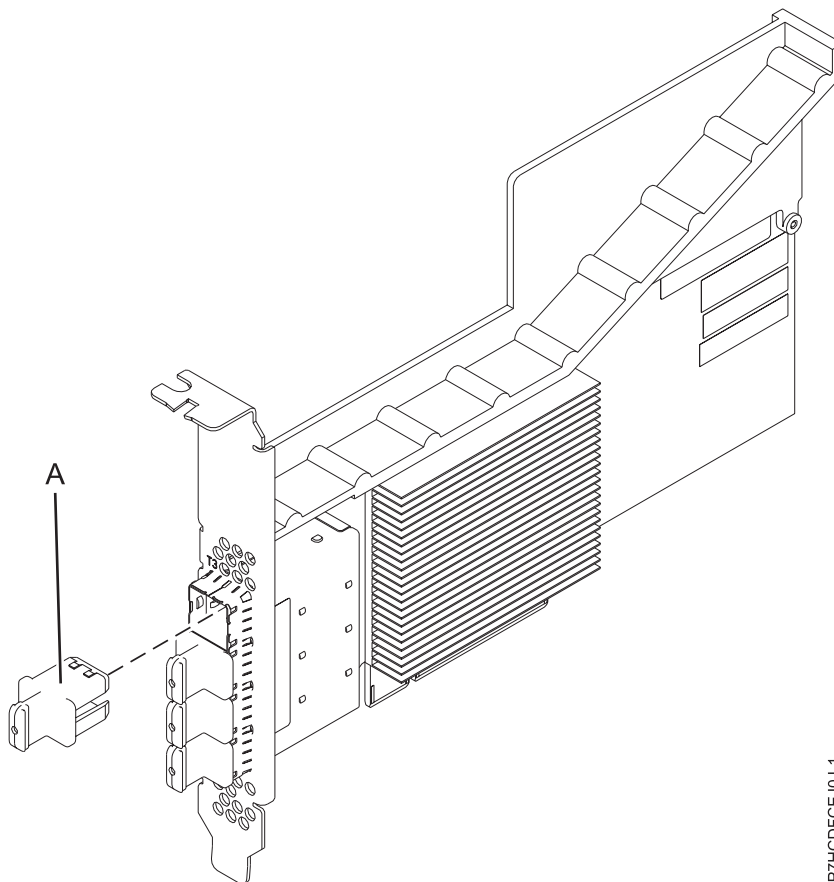

Figure 19. Carte SAS PCIe3 RAID
La carte PCIe3 SAS RAID quatre ports 6 Gb est une carte PCI Express (PCIe), SAS RAID, de troisième génération, courte et à faible encombrement mais destinée à une installation pleine hauteur. La carte est destinée à des applications SAS (Serial Attached SCSI) hautes performances et haute densité. Elle prend en charge le raccordement de disque SAS et de bande magnétique SAS à l'aide de quatre connecteurs mini-SAS haute densité (HD) x4 qui permettent d'utiliser les liaisons physiques dans différentes configurations étroites et larges de ports. Le raccordement de bande magnétique n'est pris en charge qu'avec une configuration de carte unique et ne peut pas être combiné avec un disque SAS sur la même carte. L'adaptateur ne dispose pas d'un cache en écriture. La figure 19, à la page 58 illustre la carte PCIe3 SAS RAID quatre ports 6 Gb.
La figure 19 représente la carte. Le capuchon du connecteur **(A)** est installé dans un port vide et empêche que ce port ne soit endommagé lorsqu'un câble d'un connecteur de port adjacent est branché ou retiré.